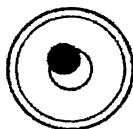

Рис. 5.4
- 6) Когда используется штатив со сферической головкой, немного ослабьте становой винт, удерживая прибор за подставку (6) двумя руками, и перемещайте ее по головке штатива до тех пор, пока пузырек не будет находиться приблизительно в центре круглого уровня (3). (рис.5.4)